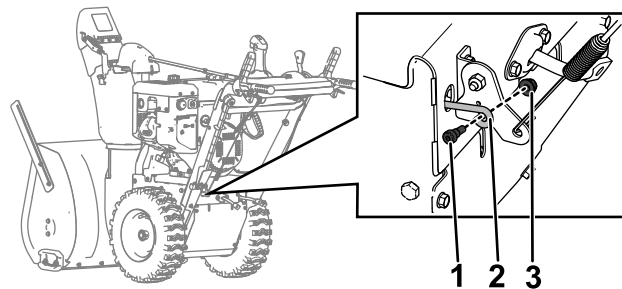

**Figuur 6**
8. Neem de bestaande beugel van de tractiekabel weg van de aanslagbeugel; u moet hiervoor de borgmoer en -bout verwijderen (Figuur 6).